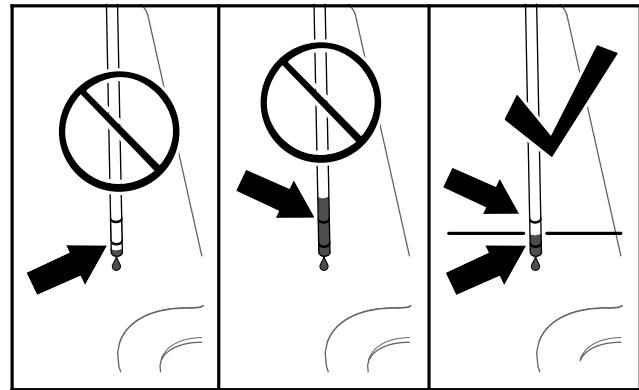

Figura 83
6. Rimuovete l'asta di livello e controllate il livello del fluido (Figura 83).
7. Se il livello di fluido non raggiunge la tacca inferiore sull'asta di livello, aggiungete il fluido idraulico specificato nel tubo di riempimento (Figura 83) fino a quando arriva a metà tra le due tacche dell'asta di livello.
8. Aggiungete il fluido idraulico specificato nel tubo di riempimento fino a quando arriva a metà tra le due tacche dell'asta di livello (Figura 83).